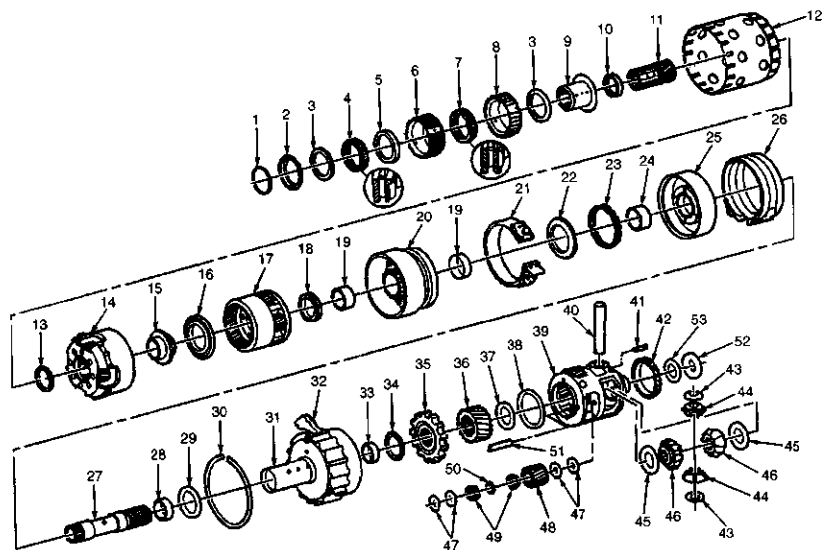

图2-73 变速驱动桥内部部件分解图(1/2)
入离合器壳体。从输入壳体拆下输入离合器壳体推力轴球。从输入离合器壳体拆下选配的止推垫圈(图2-73)。
拆下 2 个外伸壳体螺栓。拆下外伸壳体和密封垫 (图 2-53)。拆下差速器行星架止推垫圈和推力轴承 (图 2-73)。拆下差速器行星架总成。从差速器行星架中心轮上拆下推力轴承。轴承可能会卡到行星架总成。拆下差速器行星架 (主减速器) 中心轮。拆下驻
车齿轮。从差速器行星架内齿轮拆下推力轴承。拆下差速器中心轮轴 (图 2-73)。
使壳体盖朝上放置变速驱动桥。拆下输入行星架总成。拆下输入行星架和反作用行星架润滑油挡板。从反作用行星架上拆下推力轴承。拆下反作用行星架总成 (图 2-73)。
成与固定销分离。从变速驱动桥壳体拆下 2-1 档手动制动带 (图 2-73)。
安装支承销/安装器 (J-38358) 到 1-2 档支承销总成上。将拆卸/安装器连同 1-2 档支承销一同提出变速驱动桥壳。翘起前进档制动带, 以便使前进档制动带与固定销分离。从变速驱动桥壳体拆下前进档制动带 (图 2-73)。
挡圈。踏下驻车棘爪将差速器行星架内齿轮提出变速驱动桥壳体 (图 2-73)。
拆下输入离合器模块总成、三档滚子离合器总成和输入中心轮。拆下倒档反作用数、输入行星架总成和推力轴承 (图 2-73)。
2) 安装差速器行星架内齿轮到变速驱动桥壳体内。将驻车棘爪和驻车棘爪执行器对正。使用挡圈拆卸器或大一字旋具,安装挡圈到变速驱动桥壳体内(图 2-73)。
齿轮(图 2-73)。以同样的方式拆下其余行星齿轮。拆下差速器行星架中心轮推力轴承。
② 将主减速器行星架部件放到油盘内,以防止滚子轴承不丢失。用冲子和锤子拆下差速器行星齿轮轴固定销。拆下差速器行星齿轮轴、齿轮、行星齿轮止推垫圈、半轴齿轮和半轴齿轮青铜止推垫圈(图 2-73)。
使油盘法兰朝下放置变速驱动桥。将中心轮轴装入差速器行星架。将内齿轮推力轴承装入差速器行星架。确保轴承正确定位。安装驻车齿轮。安装差速器行星架中心轮。中心轮上的阶梯必须指向驻车齿轮。确保中心轮推力轴承装入差速器行星架。将差速器行星架装入变速驱动桥壳体（图 2-73）。
为了重装，稍微加热可变磁阻转子轮。使用塑料锤轻轻敲打可变磁阻转子轮边缘（图 2-73）。